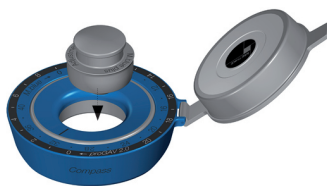

Fig. 17: *M.blue plus Adjustment Assistant*
M.blue plus Adjustment Assistant poate fi folosit ca alternativă la reglarea presiunii de deschidere. În acest sens, *M.blue plus Adjustment Assistant* este introdus în *M.blue plus Adjustment Ring* orientat spre valoarea dorită și este apăsat cu degetul arătător (Fig. 17).